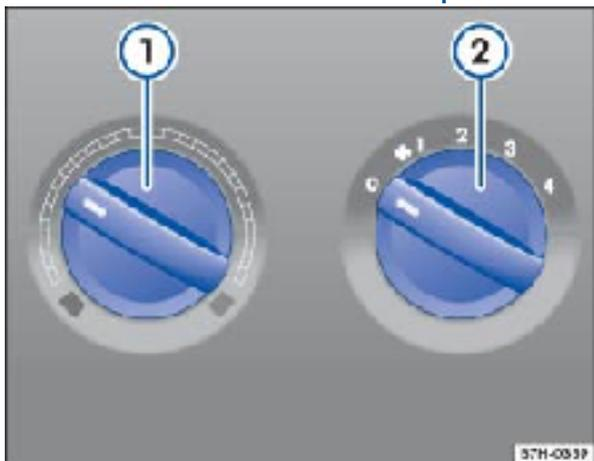

Fig. 68 Éléments de commande sur Climatic.
- Tournez le régulateur de température vers la droite jusqu'à obtenir la puissance calorifique souhaitée ⇒ Fig. 68①.
- Réglez la commande soufflante ② sur une des vitesses 1 à 4.